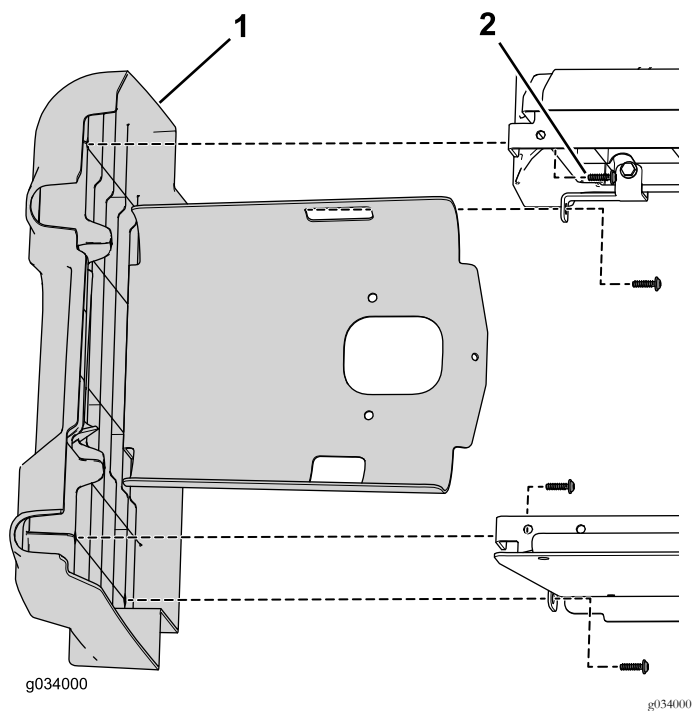
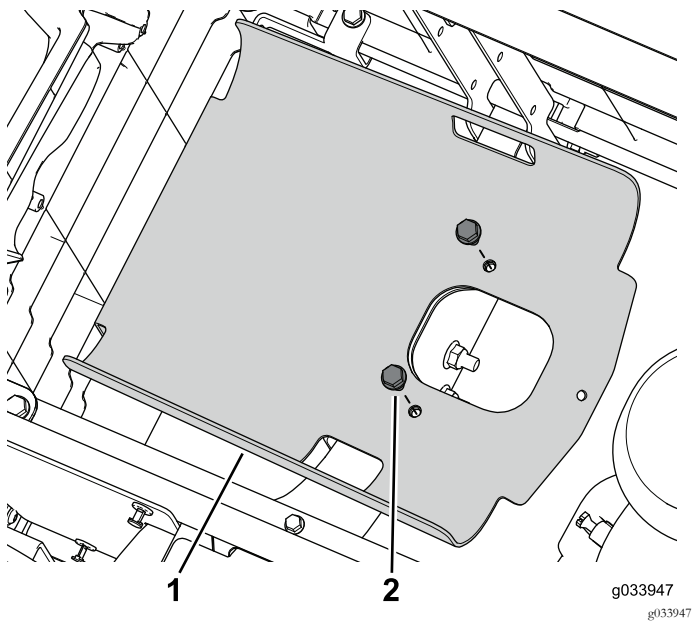

图46
图47
4. 使用之前拆下的五金件将原始左面板组件安装到后座椅底座面板 图46 和 图47。